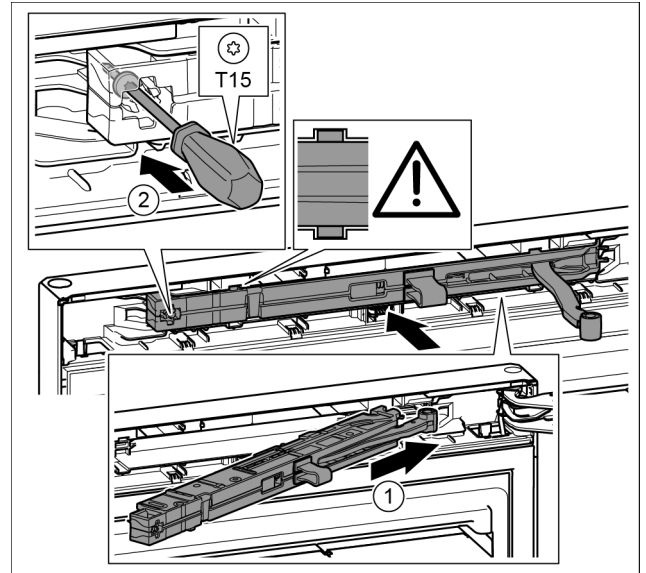

Fig. 48
- Schließdämpfereinheit auf der Lagerbockseite bis zum Anschlag schräg in die Aussparung einschieben. Fig. 48 (1)
- Schraube mit einem Schraubendreher T15 festschrauben. Fig. 48 (2)